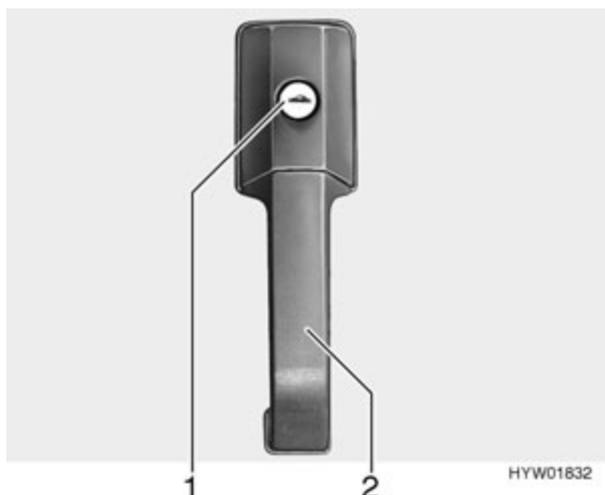
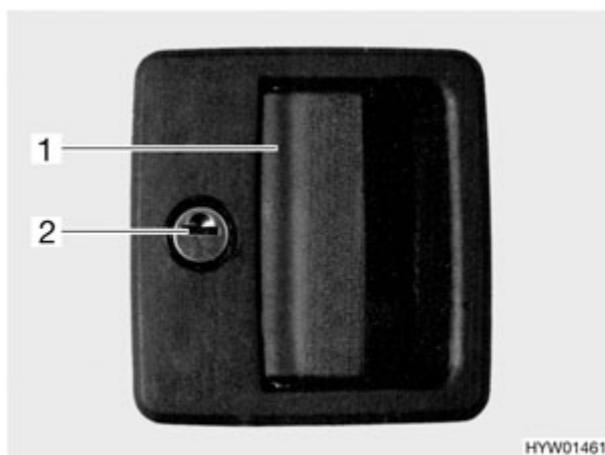

Fig. 21 Serrure de la porte, à l'extérieur (variante 1)
Fig. 22 Serrure de la porte, à l'extérieur (variante 2)
- Insérer la clé dans le barillet (Fig. 21,1 ou Fig. 22,2) et la tourner dans le sens des aiguilles d'une montre jusqu'à ce que la serrure soit déverrouillée.
- Ouvrir la porte en tirant sur la poignée de la porte (Fig. 21,2 ou Fig. 22,1).
- Insérer la clé dans le barillet (Fig. 21,1 ou Fig. 22,2) et la tourner dans le sens inverse des aiguilles d'une montre jusqu'à ce que la serrure soit verrouillée.